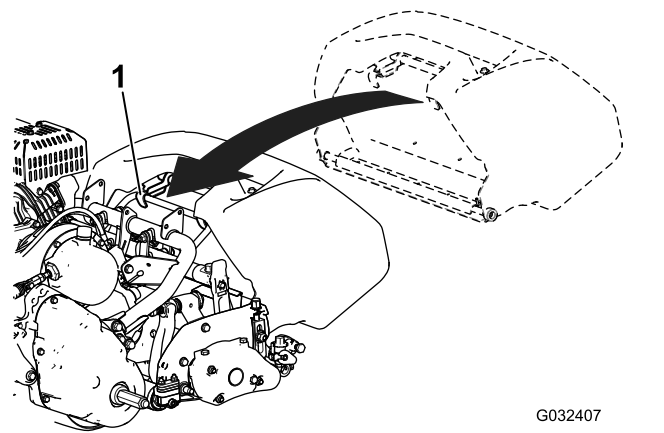

図 11
1. バスケットのハンドルをつかむ図 11。
2. バスケットのリップ部をカッティングユニットの左右のサイドプレートに中央部に合わせて前ローラの上にセットする 図 11。
3. フレームループの上からバスケットを取り付ける 図 11。